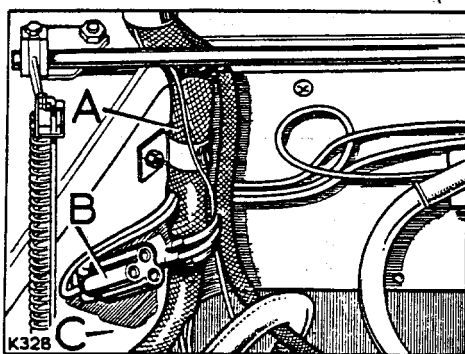

Abb. A1-21. Anordnung der Steckverbindungen
- (e) Elektrische Kabel des Motors an den Steckverbindungen bei der Spritzwand. Siehe Abb. A1-21.